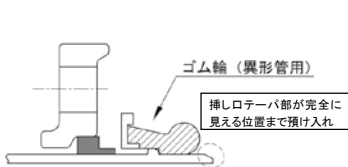

図30 ゴム輪の預け入れ位置
- (5) ゴム輪を図30に示す向きにセットし、挿し口テーパ部が完全に見える位置まで預け入れる。この時、ゴム輪内面に滑剤を塗布すれば、挿し口に預けやすい。